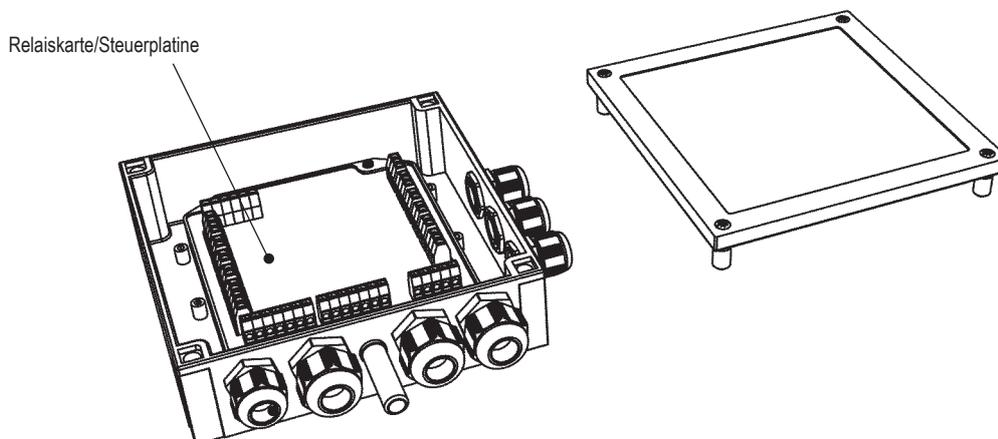

Abb.19. Anschlusseinheit
2. Die Abdeckung der Anschlusseinheit demontieren. Dafür die vier Schrauben lösen, siehe Abb.19.